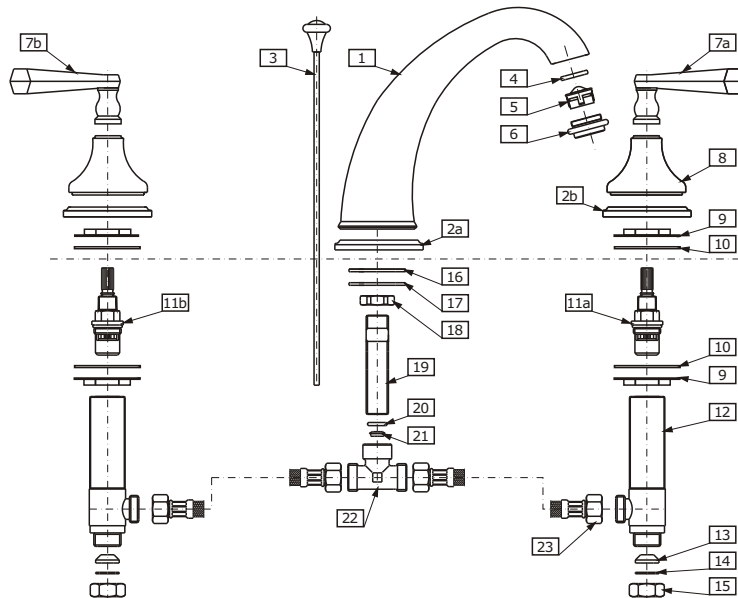
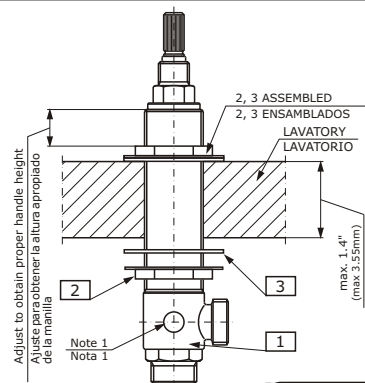

FIG. 1
FIG. 2
- ➔ Spin the bottom valve mounting nuts (2) all the way down the valve and remove the top nut and washers. Insert valve (1) up through the hole in the deck, then drop on the washer (3) and the top mounting nut.
- ➔ Connect hose (23 fig.1) to the outlet connection of the valve. The other end of the hose should be connected to T-connection (22 fig.1) after spout installation.
- ➔ Haga girar las tuercas de montaje inferiores de la válvula (2) manteniendo la válvula abajo, luego quite la tuerca y las arandelas superiores. Inserte el cuerpo de válvula (1) por arriba a través del agujero en la cubierta, después ponga la arandela (3) y la tuerca de montaje superior.
- ➔ Conecte la manguera (23 fig.1) con la conexión del enchufe de la válvula. El otro extremo de la manguera se debe conectar con la conexión „T” (22 fig.1) después de la instalación del grifo.
- ➔ Test the correct distance of valve thread (see fig.2) by temporarily placing the handle pieces over the valve. After you have checked the fitting, remove handle pieces and tighten the mounting nuts (2 fig.2) with a wrench.
- ➔ Remount handle pieces: First handle base (1). Position base over side hole of mounting surface¹⁾. Second screw shroud (2) onto valve until against base. Do not overtighten.
- ➔ Insert LEFT handle (7b fig.1) on the RED marked valve and RIGHT handle (7a fig.1) on the BLUE marked valve.
- NOTE:** In case of faucet with cross handles you should turn cross handles to the left (anticlockwise). Make sure the LEFT cross handle marked (H) is on the RED marked valve and the RIGHT cross handle marked (C) is on the BLUE marked valve.
- ➔ Attach handles with hex socket screws (4). Use provided hex key.
- ➔ Examine la distancia correcta del hilo de rosca del cuerpo de válvula (véase fig.2) colocando temporalmente la manilla junto con las piezas sobre la válvula. Después de que haya comprobado, quite los piezas móviles de la manilla y ajuste las tuercas de montaje con una llave.
- ➔ Reinstalar las piezas móviles de la manilla: Primero - base de manilla (1). Coloque la base directamente sobre el agujero de la superficie de montaje¹⁾. Segundo- enrosca la chapa (2) sobre la válvula hasta que se encuentre contra base. No apriete demasiado.
- ➔ Inserta la manilla IZQUIERDA (ver fig.1, punto (7b)) en la válvula con etiqueta ROJA y la manilla DERECHA (ver fig.1, punto (7a)) en la válvula con etiqueta AZUL.
- NOTA:** En caso de que de grifos con manillas de cruz girar las manillas cruzadas a la izquierda (contrario al reloj). Cerciórese de que la manilla marcada con (H) esta en la válvula con etiqueta ROJA i a la IZQUIERDA y la manilla marcada con (C) este en la válvula con etiqueta AZUL y a la DERECHA.
- ➔ Una las manillas con los tornillos de zócalo con tuerca hexagonal (4) Utilice la llave de tuerca hexagonal proporcionada.